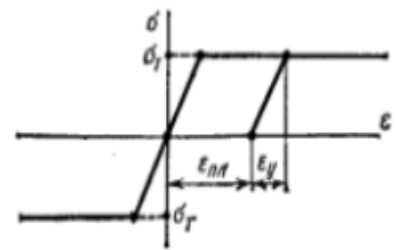

Рис. 6.2 Диаграмма Прандтля. Разгрузка прямой параллельной начальному участ соответствующему закону Гука
6. Определить предельные нагрузки для стержневой системы (рис.6.1), работающей в упругопластической стадии. Материал системы подчиняется диаграмме Прандтля (рис.6.2).